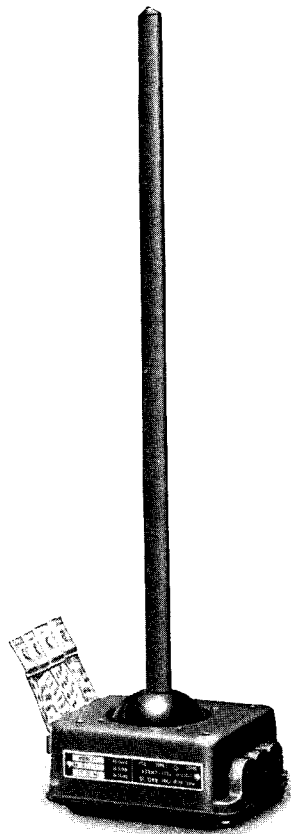

Abb. 12. Antennen-Anpassungs-
**Ausführung** (i. Abb. 12 und 13): Rechteckiges, flaches Gehäuse mit isoliert hindurchgeführter Stabantenne. Im Gehäuse Antennen-Abstimmkreis (Schraubenzieher-Einstellung) und Unterbrecherkontakt, der durch einen im Antennenstab verlegten Seidenfaden geschlossen gehalten wird.